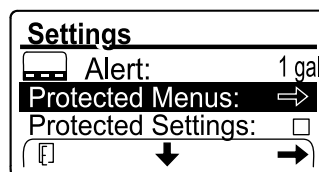

Figura 108
1. Introduceți codul PIN pentru opțiunea PROTECTED MENUS (Meniuri protejate) (Figura 108), consultai Accesarea meniurilor protejate \(Pagină 25\).